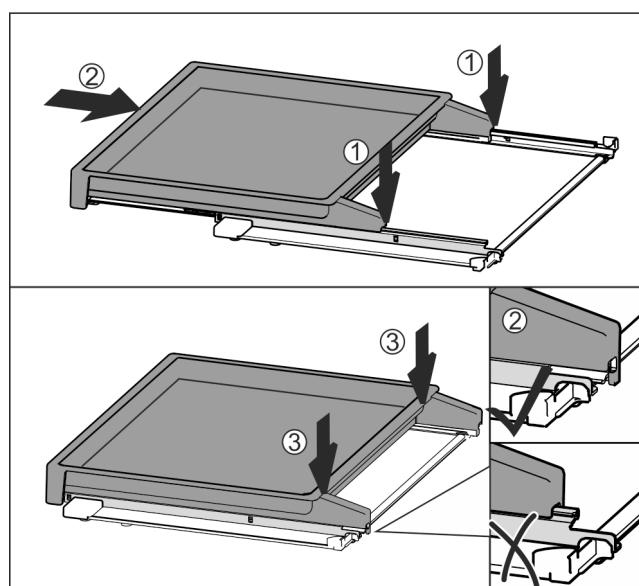

Fig. 134
- Nasadte uprostřed na kolejničky Fig. 134 (1).
- Vysouvací příhrádku zcela zasuňte Fig. 134 (2).
- Zatlačte pak na zadní straně, až slyšitelně zacvakne Fig. 134 (3).